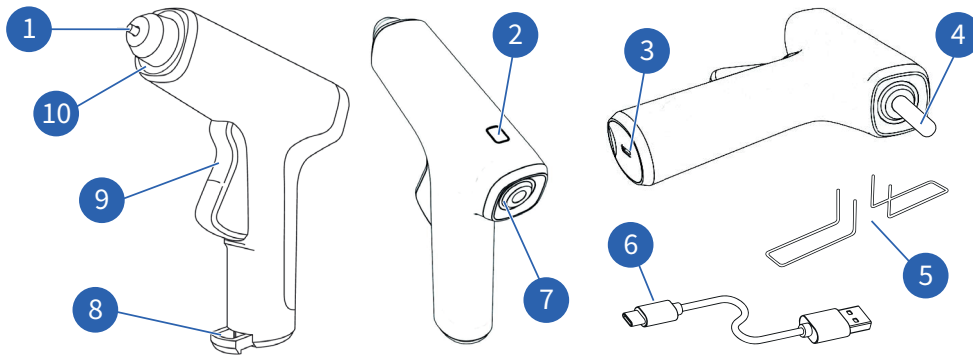
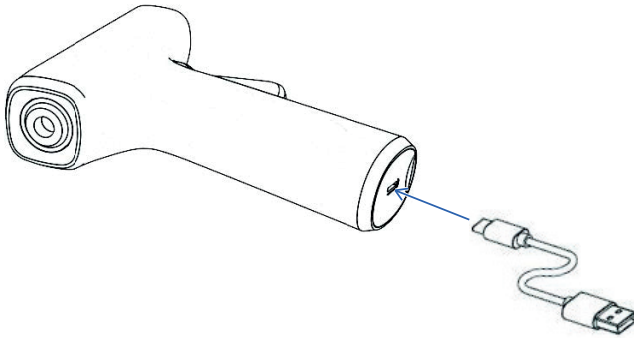

Abb. 1: Übersicht
Abb. 2: USB-Ladekabel
1. Stecken Sie den Stecker des USB-Ladekabels (Abb. 1/6) in die USB-Ladebuchse (Abb. 1/3) und überzeugen Sie sich vom ordnungsgemäßen Sitz des Steckers (Abb. 2).
**LED (Rückseite) (Abb. 1/7):**
1. Setzen Sie den Klebestick (Abb. 1/4) in die Öffnung an der Rückseite des Werkzeugs ein. Überzeugen Sie sich von einem ordnungsgemäßen Sitz des Klebesticks und verwenden Sie nur Klebesticks mit einem Durchmesser von 7 mm.
2. Halten Sie den EIN/AUS-Schalter (Abb. 1/2) für ca. 2 Sekunden gedrückt.
5. Drücken Sie den Auslösehebel (Abb. 1/9); daraufhin strömt der Klebstoff aus der Klebstoffdüse (Abb. 1/1).
1. Nach Ablauf der Vorwärmzeit können Sie den Klebstoff durch Drücken des Auslösehebels (Abb. 1/9) auftragen.
! VORSICHT: Achten Sie darauf, die Klebepistole bei jeder Unterbrechung und beim Abschluss der Klebearbeiten immer sicher auf dem Arbeitstisch abzustellen. Sie können den Fuß nach unten ziehen, damit das Werkzeug aufrecht auf dem Tisch steht (siehe Abb. 1). Schalten Sie das Werkzeug aus und lassen Sie es abkühlen, ehe Sie es wieder verstauen.
Das Werkzeug startet nicht/ ist nicht betriebsbereit	Prüfen Sie den Ladezustand des Akkus und laden Sie das Werkzeug unter Verwendung des USB-Ladekabels (Abb. 1/6). Schließen Sie es dazu an eine Ladebuchse des Typs C an (Abb. 1/3).
Das Werkzeug arbeitet nicht ordnungsgemäß (aus der Düse tritt kein Klebstoff aus)	Prüfen Sie, ob nach dem Einschalten des Werkzeugs eine Vorwärmdauer von mindestens 15 Sekunden eingehalten wurde. Bei Erreichen der Betriebstemperatur wechselt die Farbe der LEDs von Rot zu Blau. Stellen Sie sicher, dass die Klebstoffdüse (Abb. 1/1) sauber ist und dass neuer Klebstoff nicht von alten Klebstoffresten blockiert wird. Prüfen Sie außerdem, ob ausreichend Klebstoff eingesetzt wurde.